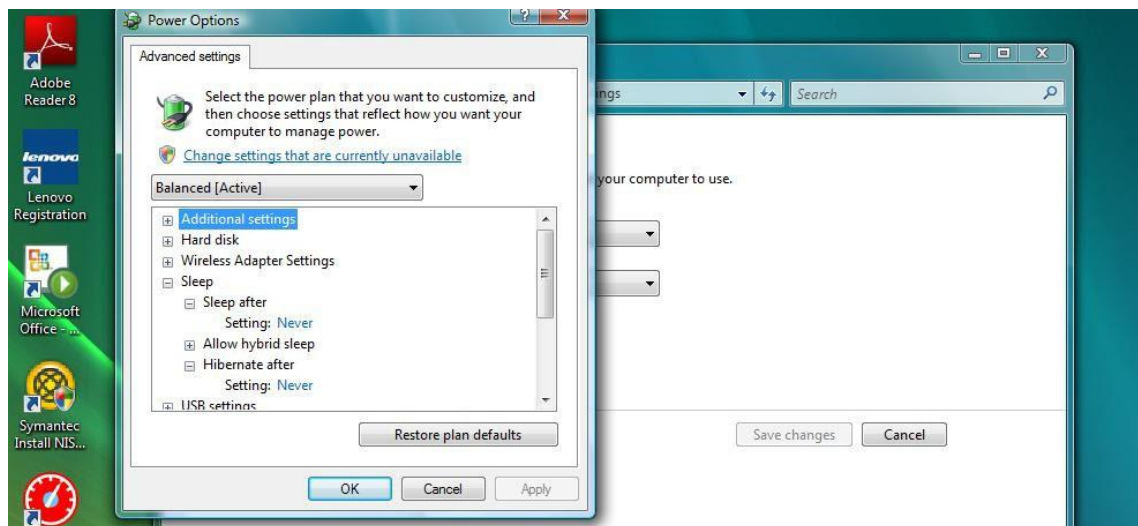

Рис. 36
- В списке найдите «Переход в спящий режим» (Рис. 36). Для параметра «Переход в спящий режим после» выберите НИКОГДА, а также для параметра «Переход в режим гибернации» выберите НИКОГДА.
- Нажмите кнопку «Применить», чтобы сохранить изменения. Далее нажмите кнопку «ОК» (Рис. 36).